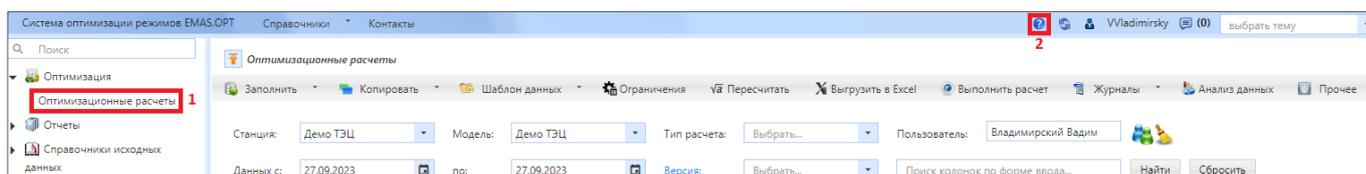
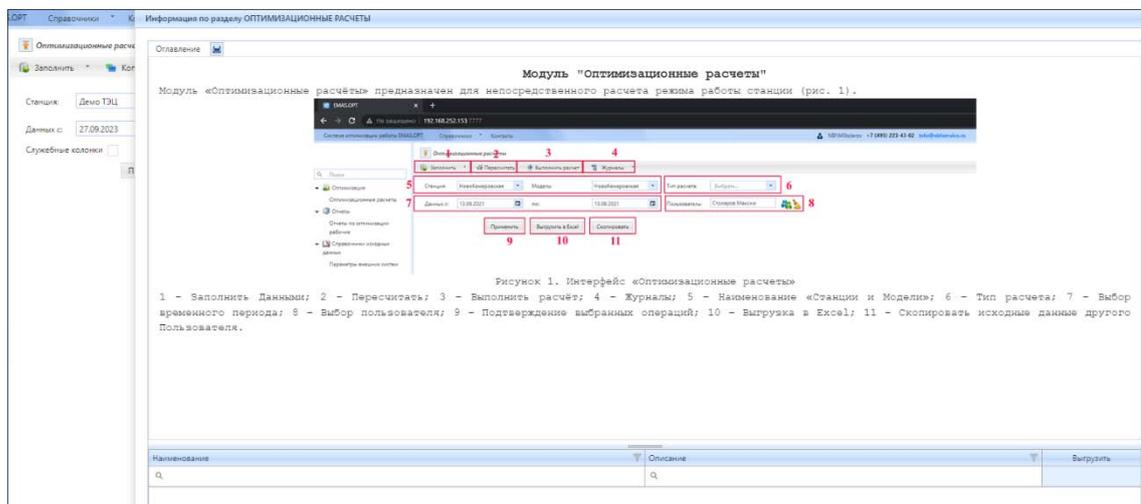

Рисунок 3.1.12 – Интерфейс подраздела оптимизационные расчеты
Рисунок 3.1.13 – Внешний вид окна со справочной информацией по подразделу «Оптимизационные расчеты»
- 1) На главной странице Системы перейти в интерфейс модуля, по которому требуется вывести справочную информацию (1) и нажать на кнопку (2) «Справка» (рис. 3.1.12).
- 2) После нажатия на кнопку (2) «Справка» (рис. 3.1.12) откроется информация по модулю/подразделу (рис. 3.1.13).